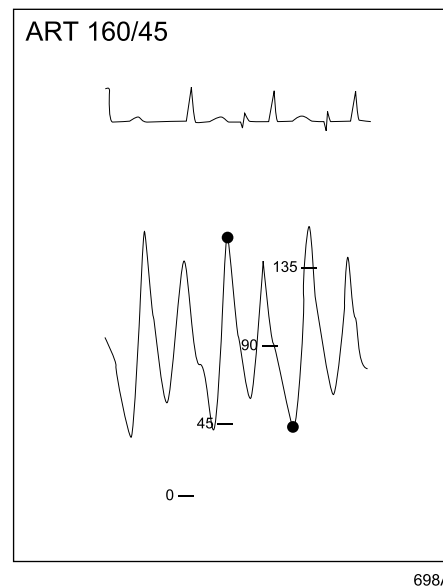

Abbildung 2
- Wenn die Systole des Patienten größer ist als die augmentierte Diastole, ist die Systole des Patienten gleich der gezeigten Systole. (siehe Abbildung 2)